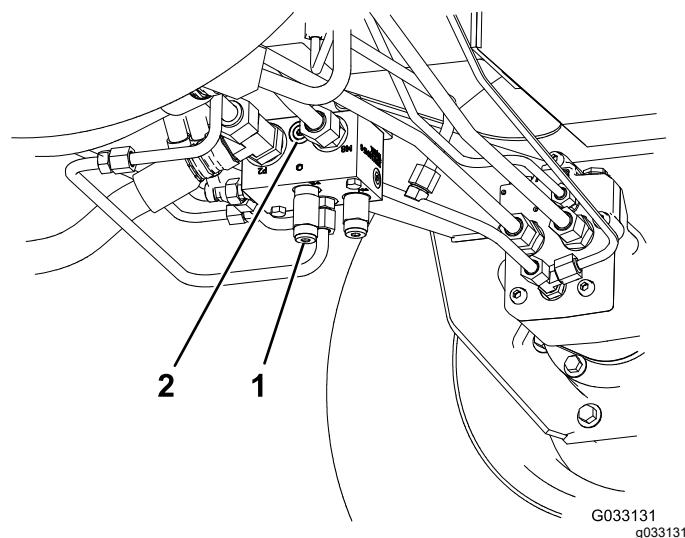

Figura 42
- 95-0985, encaixe do acoplador (2)
- 340-77, encaixe hidráulico (2)
1. Instale um encaixe de diagnóstico na porta não assinalada que se encontra entre as portas M8 e P2 no coletor da tração traseiro (Figura 42).